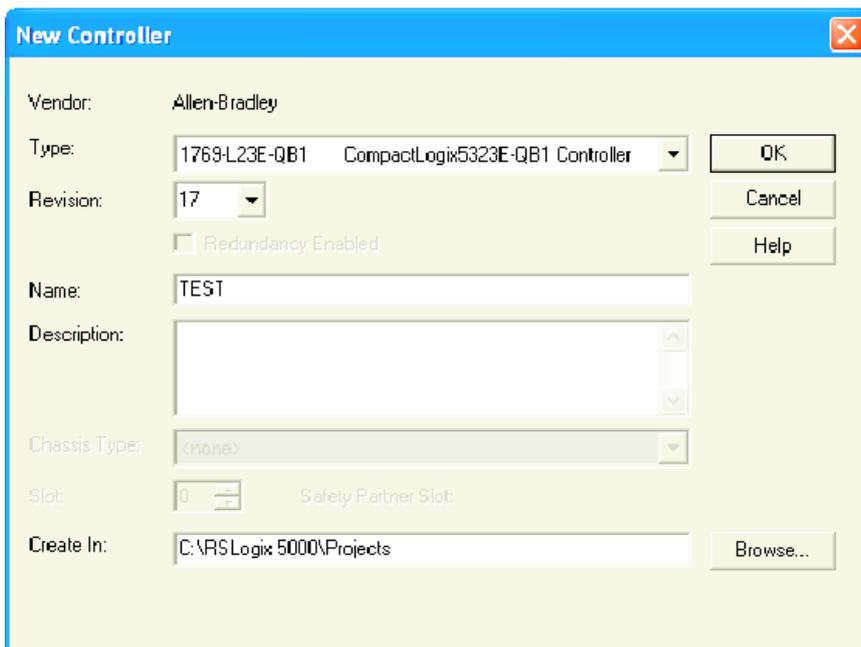

Abbildung 11-6: New Controller
1. Wählen Sie im „File“ Menü „New“ oder klicken Sie auf das Symbol „New Tool“. Das Fenster „New Controller“ wird geöffnet (Abbildung 11-6).